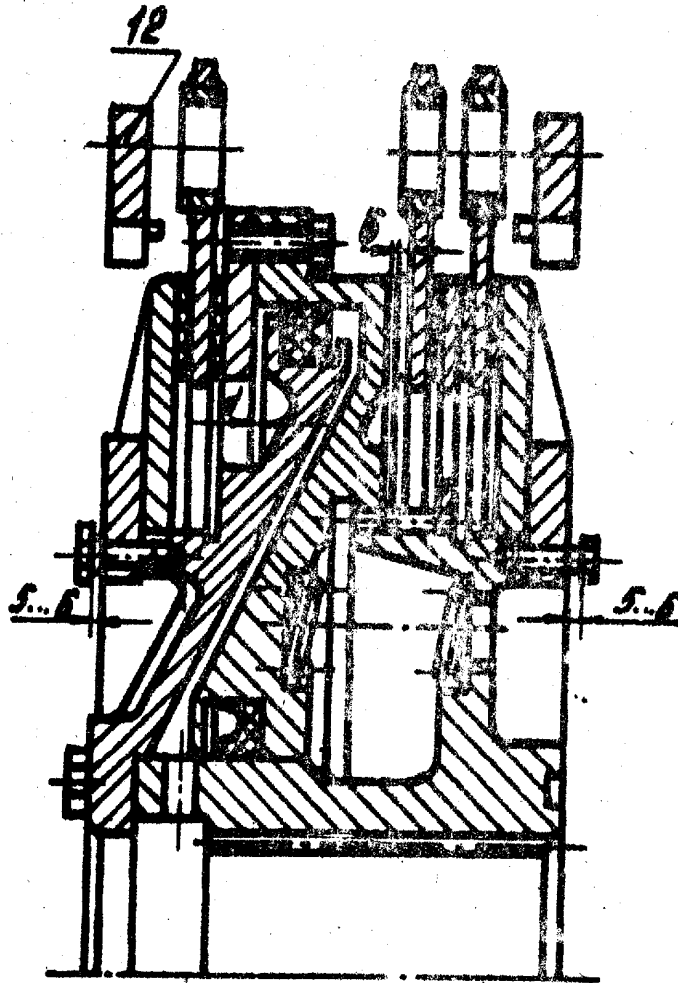

Рисунок 7
2.4.1. Произведите замер величины « δ », рис. 7 расположения нажимного диска тормоза относительно поршня через боковое отверстие цилиндра. Этот размер в отрегулированных муфтах-тормозах должен быть 4...0,75 мм.